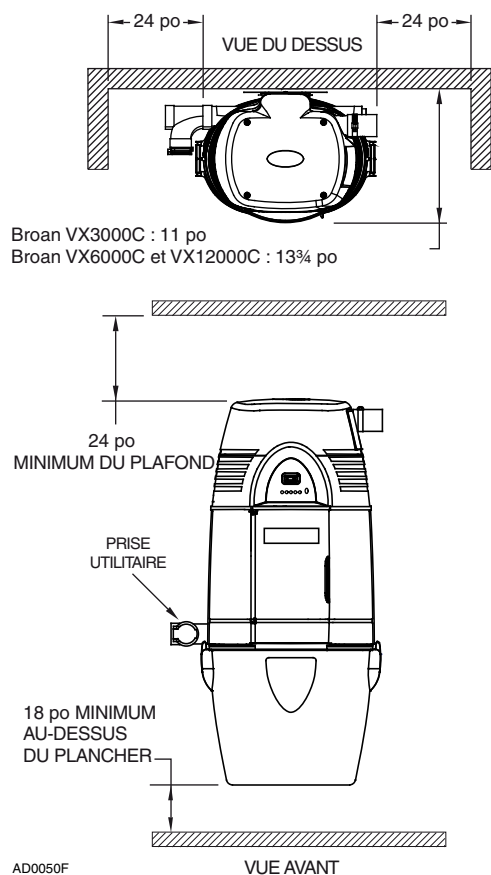

Fig. 2
2. Voir **Fig. 2** pour s'assurer de respecter les dégagements minimaux au mur.